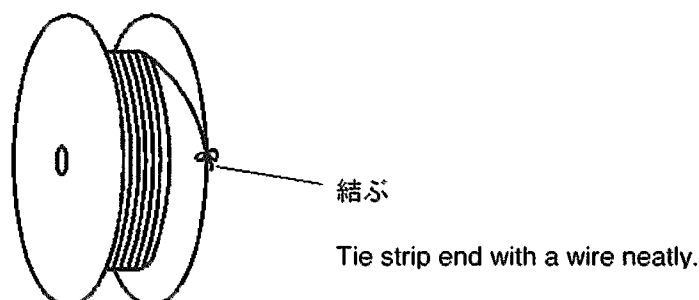

Fig.5
- (4) 圧着機から一時取り外されたリールは、その先端の端子を適切な紐や針金によってフランジに結び、リールがほどけない様にして下さい。(Fig.5)
When removing the contact reel from the machine, fasten the end of the contact strip onto the edge of the reel with use of proper string or wire. (Fig.5)